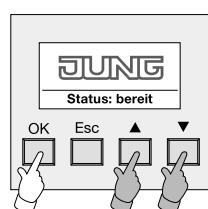

Bild 1:
- Am Bluetooth Gateway ist das Menü "Einstellungen" zu aktivieren. Dazu ist im Grundzustand des Gateways die Bedientaste "OK" oder eine der beiden Pfeiltasten zu betätigen (vgl. Bild 1). Weiter mit Schritt 2.